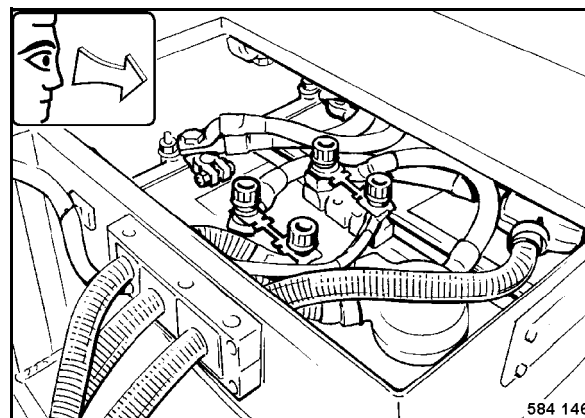

Fig. 109
- Desmontar la batería (Fig. 109) y limpiar el compartimento de la batería.